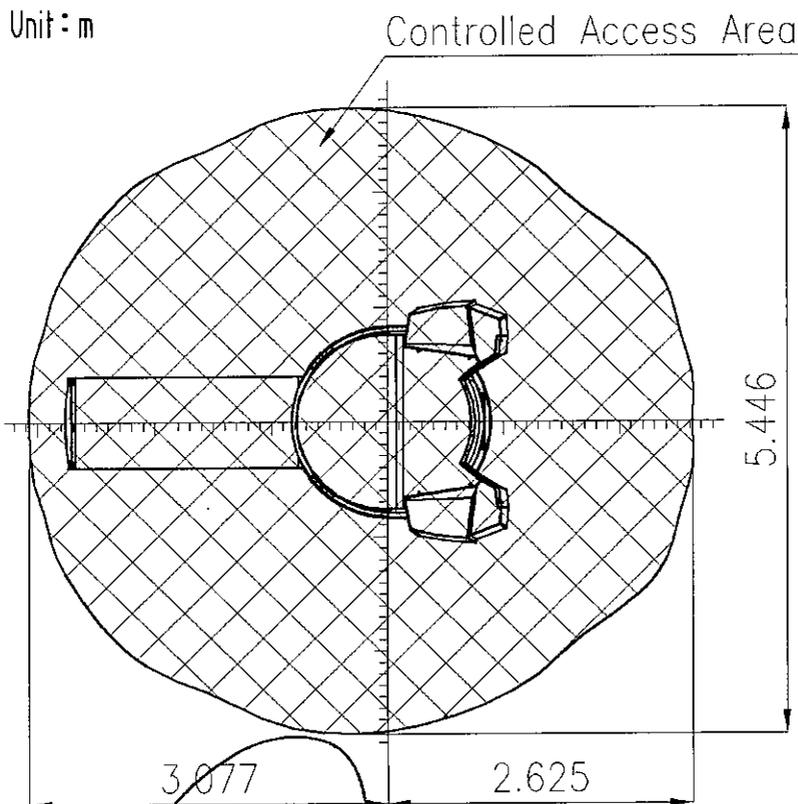

Figura 1 -AREA DE ACCESO CONTROLADO
-Preste atención al área de acceso controlado Figura 1.